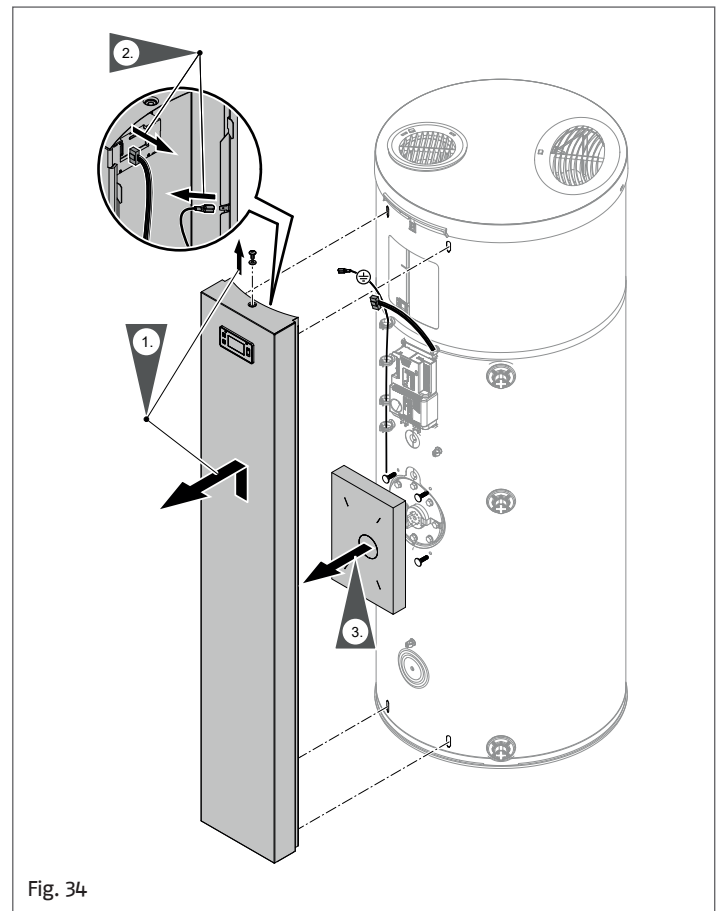

Fig. 34
- 2 Demonteer het voorpaneel, zie "Fig. 34".
- 3 Demonteer het voorpaneel, zie "Fig. 34".
- 9 Monteer het voorpaneel met de aardingskabel, zie "Fig. 34".
- 2 Demonteer het voorpaneel, zie "Fig. 34", "9.4 Het voorpaneel demonteren" a pagina 61.
- 4 Monteer het voorpaneel met de aardingskabel, zie "Fig. 34".